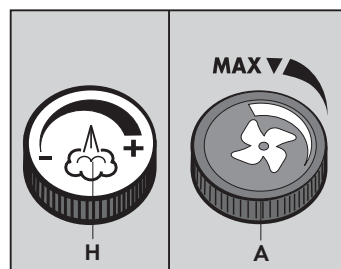

Fig. 11
- Appuyer sur le bouton rouge (10) placé sur la poignée anatomique (9) pour le débit de vapeur.
- Pour obtenir la modulation de la quantité de vapeur débitée, intervenir sur le bouton (H) (Fig. 11) en le tournant dans le sens des aiguilles d'une montre pour avoir une plus grande quantité de vapeur et dans le sens contraire pour diminuer le flux.
- Appuyer sur l'interrupteur bleu clair (11) pour activer la fonction d'aspiration.
- Pour régler l'aspiration, intervenir sur le bouton (A), en le tournant dans le sens contraire des aiguilles d'une montre pour une plus grande aspiration et dans le sens des aiguilles d'une montre pour une plus petite aspiration. (Fig. 11)